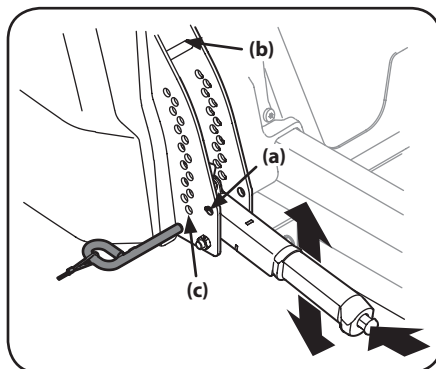

Figure 4-2
- a. Placez le levier de relevage du plateau de coupe à la position de démontage et d'installation (a) pour relever le plateau de coupe. Voir Figure 4-2.
- d. Abaissez le plateau de coupe à la position de démontage / d'installation du plateau de coupe (a) à l'aide du levier de relevage. Voir Figure 4-2.
- e. Abaissez le plateau de coupe à la position de démontage / d'installation du plateau de coupe (a) à l'aide du levier de relevage. Voir Figure 4-2.
1. Placez le levier de relevage du plateau de coupe à la plus haute position de coupe (b). Voir Figure 4-2.